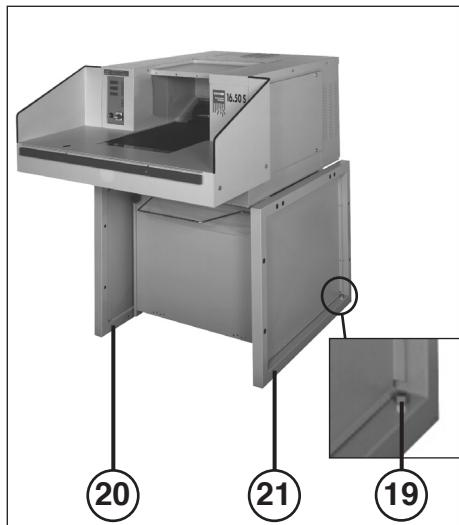

Fig. 2
- 19 = Vis de réglage (fig. 2)
1. Sur les deux cadres (20+21), démonter le profilé intermédiaire (22) à l'aide de la clé spéciale livrée avec l'ensemble.
4. Positionner le profilé intermédiaire (22) entre les deux cadres sous la table et la monter sur chacun des cadres à l'aide de 2 vis (M10x20) et de rondelles à ressort.
6. Compenser les déformations du sol à l'aide des vis de réglage (19) (Fig. 2).